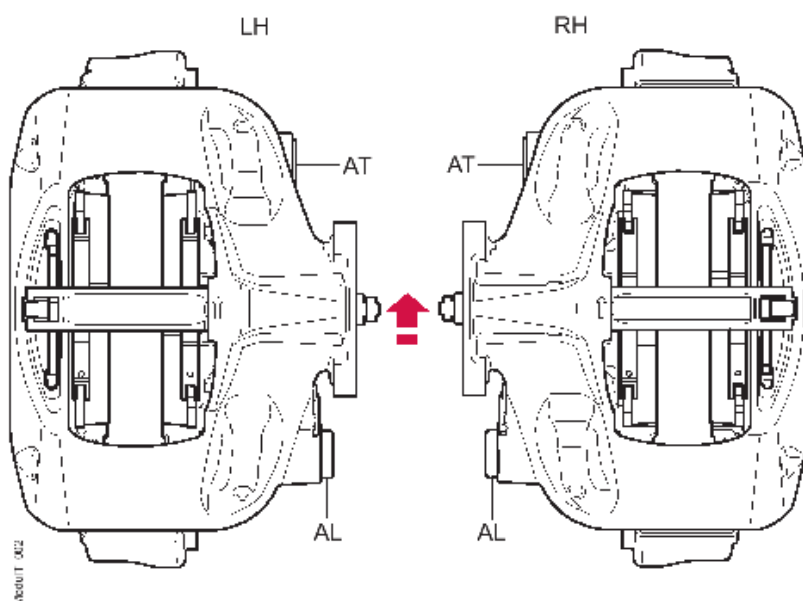

Figura 69. Orientação Haldex ModulT
A Figura 69 abaixo mostra uma visão geral de ambas as variantes e sua relação com a rotação normal da roda/disco, mostrada como uma seta vermelha, e suas funções de deslizamento dianteiro (AL) e traseiro (AT).
Cada pinça de freio também possui uma seta de rotação formada na superfície fundida onde o retentor de pastilhas se apoia no lado interno. Consulte a Figura 69.